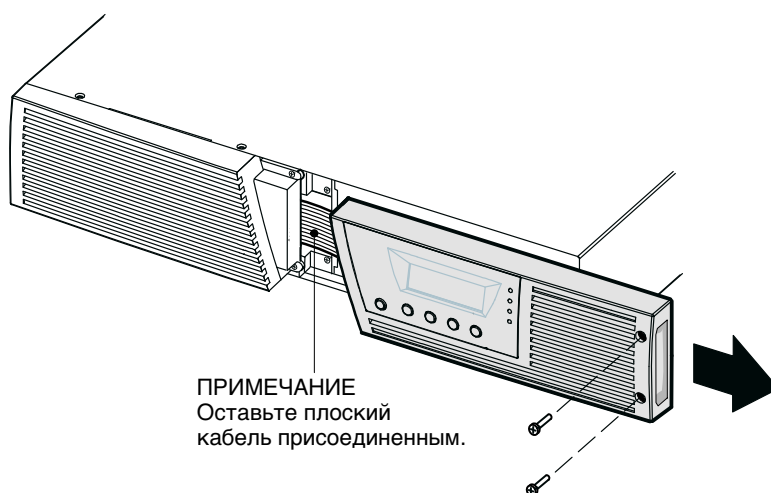

Рисунок 23. Снятие правой передней крышки ИБП
1. Снимите правую переднюю крышку ИБП (см. Рисунок 23).